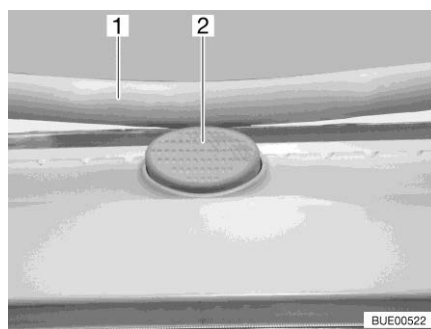

Fig. 108 Bouton de sécurité (lanterneau Heki)
- Appuyer sur le bouton de sécurité (Fig. 108,2) et tirer l'étrier (Fig. 108,1) vers le bas avec les deux mains.
- Pousser l'étrier vers le haut avec les deux mains jusqu'à ce que ce dernier se trouve au-dessus du bouton de sécurité (Fig. 108,2).